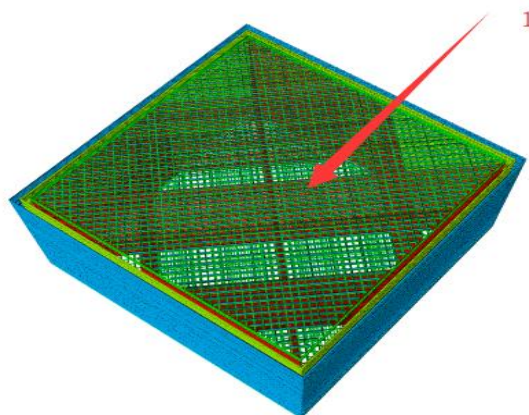
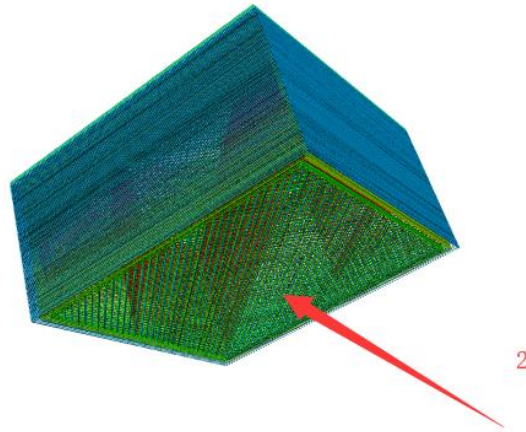

图 5，上表面，模型朝上的表面
图 6，下表面，模型朝打印平台的表面
(1) 表面速度 (单位 mm/s)：表面即模型的上下表面如图 5、图 6，这些表面的厚度由表面层厚度决定，表面速度为这些上下表面的打印速度（喷头一边挤出料丝一边移动时的移动速度）。**速度越慢，模型打印质量越好。建议速度范围为：10-70mm/s**